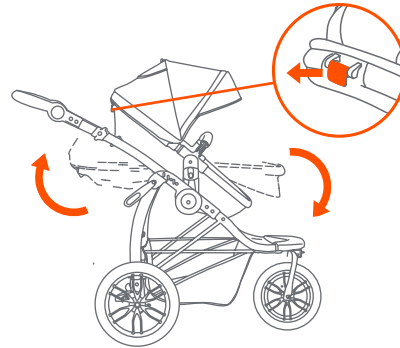

Fig. 11a
11) • El asiento se puede ajustar en las posiciones erguida, reclinada y transporte carruaje. Tire del botón de reclinación en la parte trasera del asiento y gire el asiento en la posición deseada (Fig. 11a).